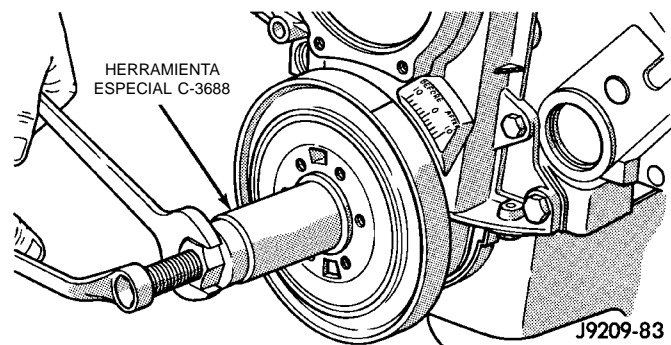

Fig. 21 Instalación del amortiguador de vibraciones
(1) Coloque el amortiguador de vibraciones sobre el cigüeñal.
(2) Coloque la herramienta de instalación, parte del Juego de extractores C-3688 en posición y presione el amortiguador de vibraciones sobre el cigüeñal (Fig. 21).